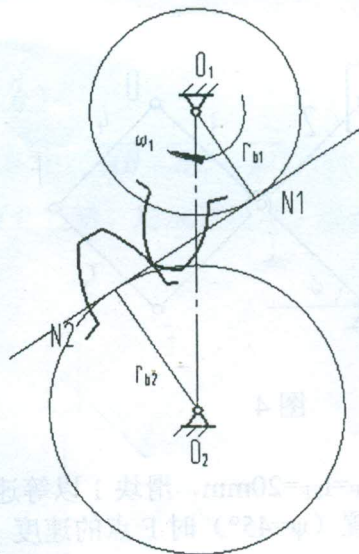

图 6.1
1、参考图 6.1, 试推导一对渐开线标准外啮合直齿圆柱齿轮传动的重合度计算